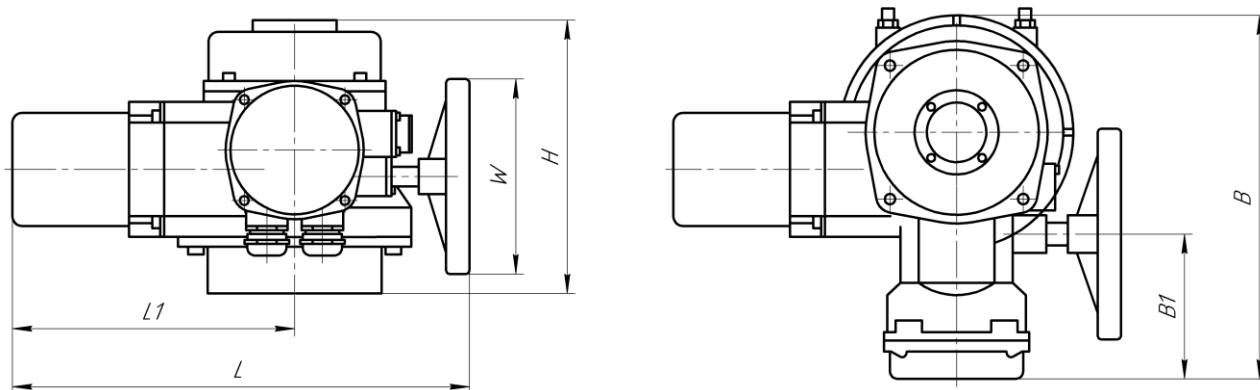
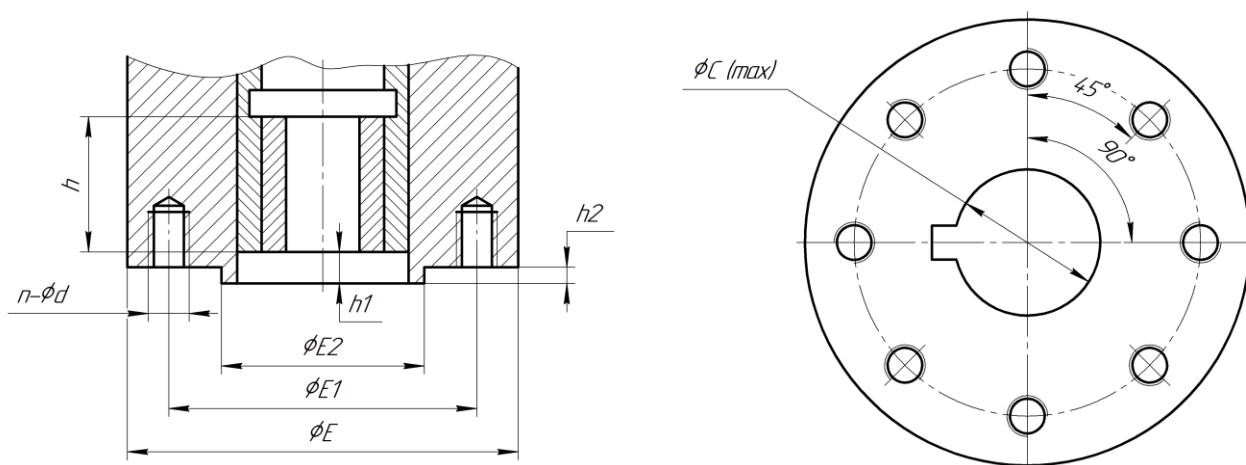

Рисунок 1. Размеры и габаритные характеристики электроприводов QT.Z 010~500
Рисунок 2. Размеры присоединительного фланца электроприводов QT.Z 010~500
1.2.15. Основные технические параметры, размеры и габаритные характеристики электроприводов приведены в табл.1-2 и на рис.1. Размеры присоединительного фланца электроприводов указаны на рис.2 и в табл.3. Электропривод укомплектован съемной втулкой выходного вала для обработки под необходимый диаметр шпинделя арматуры.